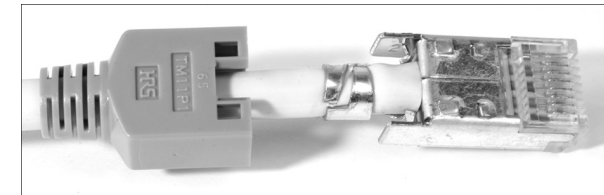

Abbildung 2.24 Fertig gecrimpter Stecker
11. Führen Sie eine Sichtkontrolle am fertigen Stecker (Abbildung 2.24) durch. Umschließt die Zugentlastung die Schirmung vollständig? Liegt sie fest an?